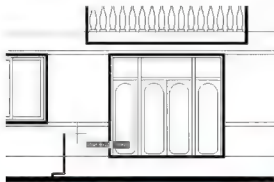

图 4.64 绘制台阶局部轮廓
② 在当前线宽为 0.0000，指定下一个点或 [圆弧(A)/半宽(H)/长度(L)/放弃(U)/宽度(W)]：提示下，输入“W”后按 Enter 键，指定要修改线宽。
- ③ 在指定起点宽度<0.0000>:提示下,输入“50”。
- ④ 在指定端点宽度 0.0000 :提示下,输入“50”。将多线的线宽由“0”改为“50”。打开【正交】功能并将光标垂直向上拖动。
- ⑤ 在指定下一个点或[圆弧(A)/半宽(H)/长度(L)/放弃(U)/宽度(W)]:提示下,输入“150”后按Enter键,这样就画出台阶的高度150mm。
- ⑥ 在指定下一个点或[圆弧(A)/半宽(H)/长度(L)/放弃(U)/宽度(W)]:提示下,将光标水平向右拖动,输入“300”后按Enter键,这样就画出台阶的宽度300mm,结果如图4.64所示。